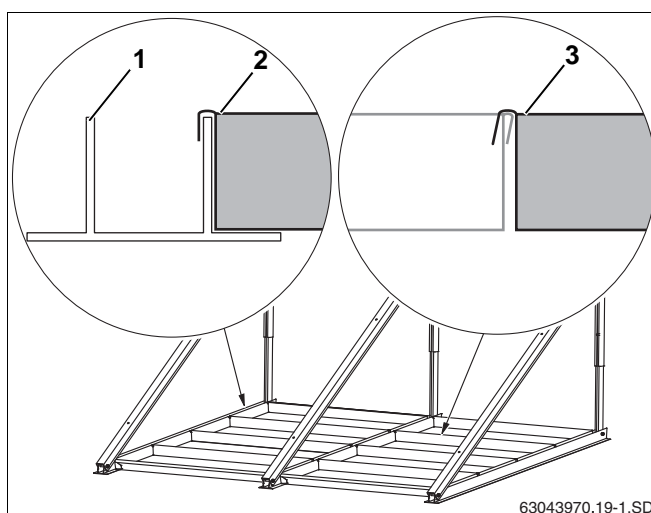

Fig. 27 Pr. solfanger 4 trykkar
- ▶ Læg trykkarrene (fig. 27, **pos. 2**) i de nederste profiler (fig. 27, **pos. 1**) og ind i hinanden (fig. 27, **pos. 3**).